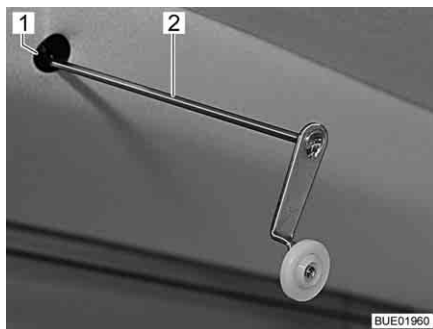

Bild 123 Vev för nöddrift
- Stick den medföljande veven (Bild 123,2) eller insexnyckeln i hållaren (Bild 123,1) vid motorn. Upptagningen är placerad i avsnittet bländskydd uppe till vänster på den höjbara sängen.